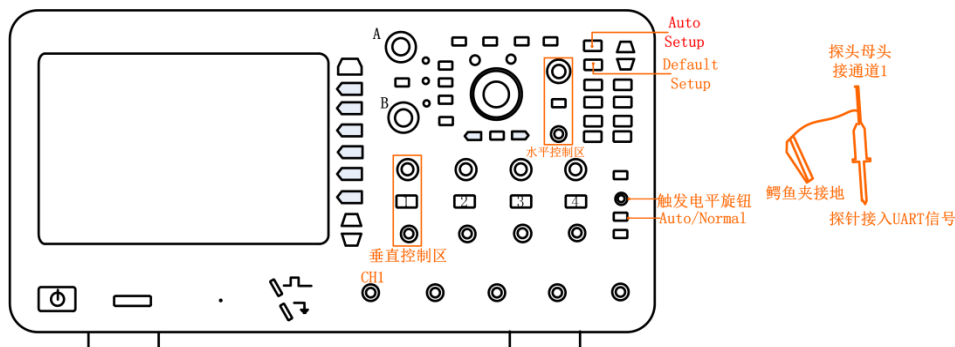

图 10-6 UART 协议连接线路
- 1、在通道 1 中接入 UART 协议,其中探头 BNC 接口接通道 1,探头接 UART 协议(TXD),鳄鱼夹接地,如图 10-6 所示;